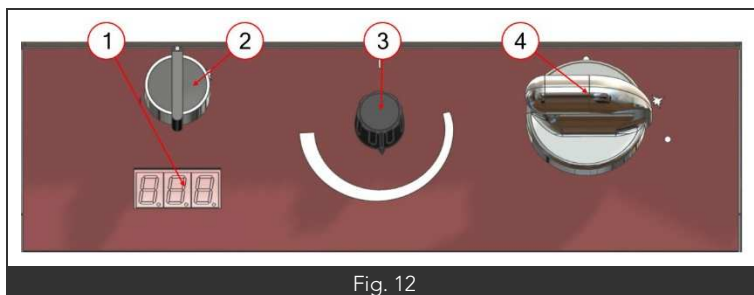

Fig. 12
- Le voyant orange s'allume. (fig.12)